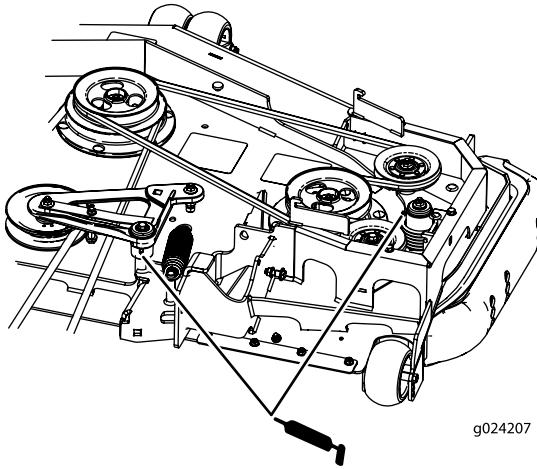

Figura 38
5. Engrase los brazos tensores de la correa de la carcasa (Figura 38).